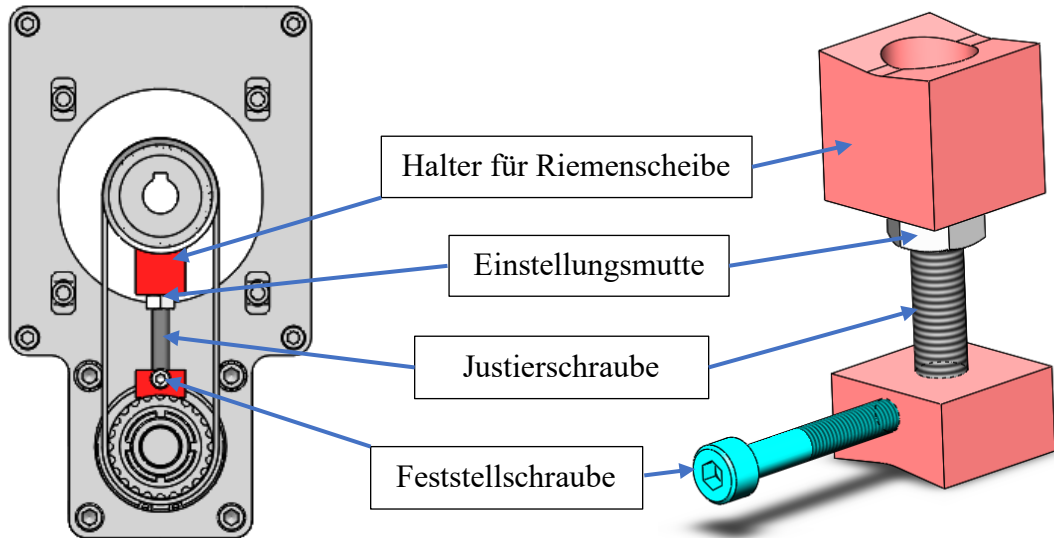

Abbildung 4.1: Umgekehrtes Parallelspannwerkzeug
4. Wenn Sie das Werkzeug für die umgekehrte Parallelspannung (Abb. 4.1) verwenden, führen Sie die folgenden Schritte aus, andernfalls gehen Sie zu Schritt 5.